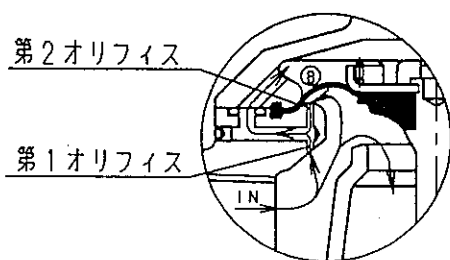

図21
コイル④への通電を止めると、プランジャ組立②がバネの力によりコア組立③より離れ、パイロット弁座を閉じ、弁閉動作を開始します。閉動作開始直後(図21参照)IN側より流入する水は矢印のように流れています。